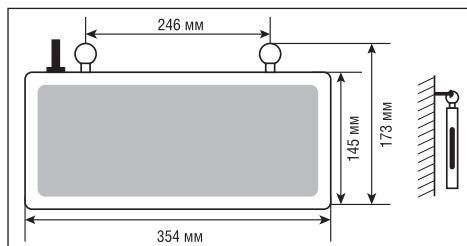
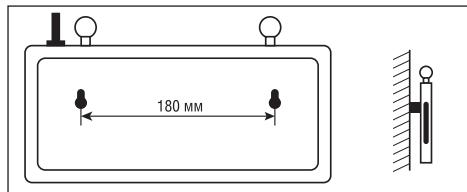

Рисунок 1
Рисунок 2
- При накладном способе монтажа подготовьте два отверстия по месту установки согласно расположению монтажных отверстий светильника. Установите саморезы в отверстия. Установите светильник на стену с помощью монтажных колец в верхней части светильника (Рис. 1) или с помощью монтажных отверстий на задней стенке светильника (Рис. 2).